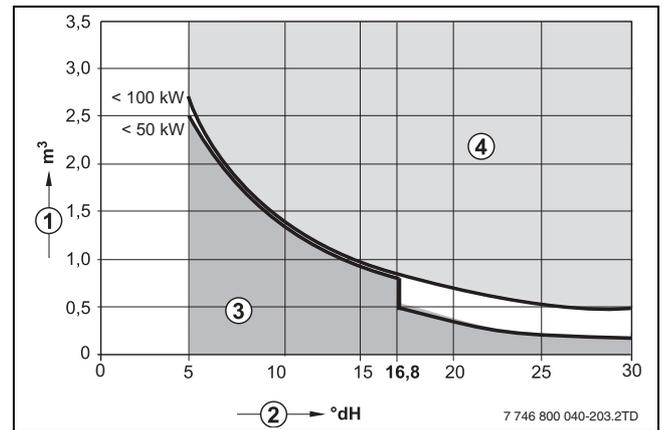

Bild 7 Anforderungen an Füllwasser für Logamax Einzelkessel bis 100 kW
- ▶ Ausschließlich unbehandeltes Leitungswasser verwenden (Diagramm in Bild 7 dabei berücksichtigen). Grundwasser ist nicht gestattet.